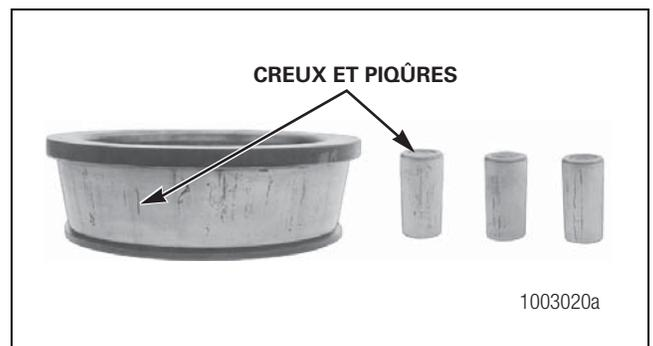

Figure 4.5
- La surface des rouleaux, de la bague ou du cône intérieur en contact avec les rouleaux est endommagée. Figure 4.5.